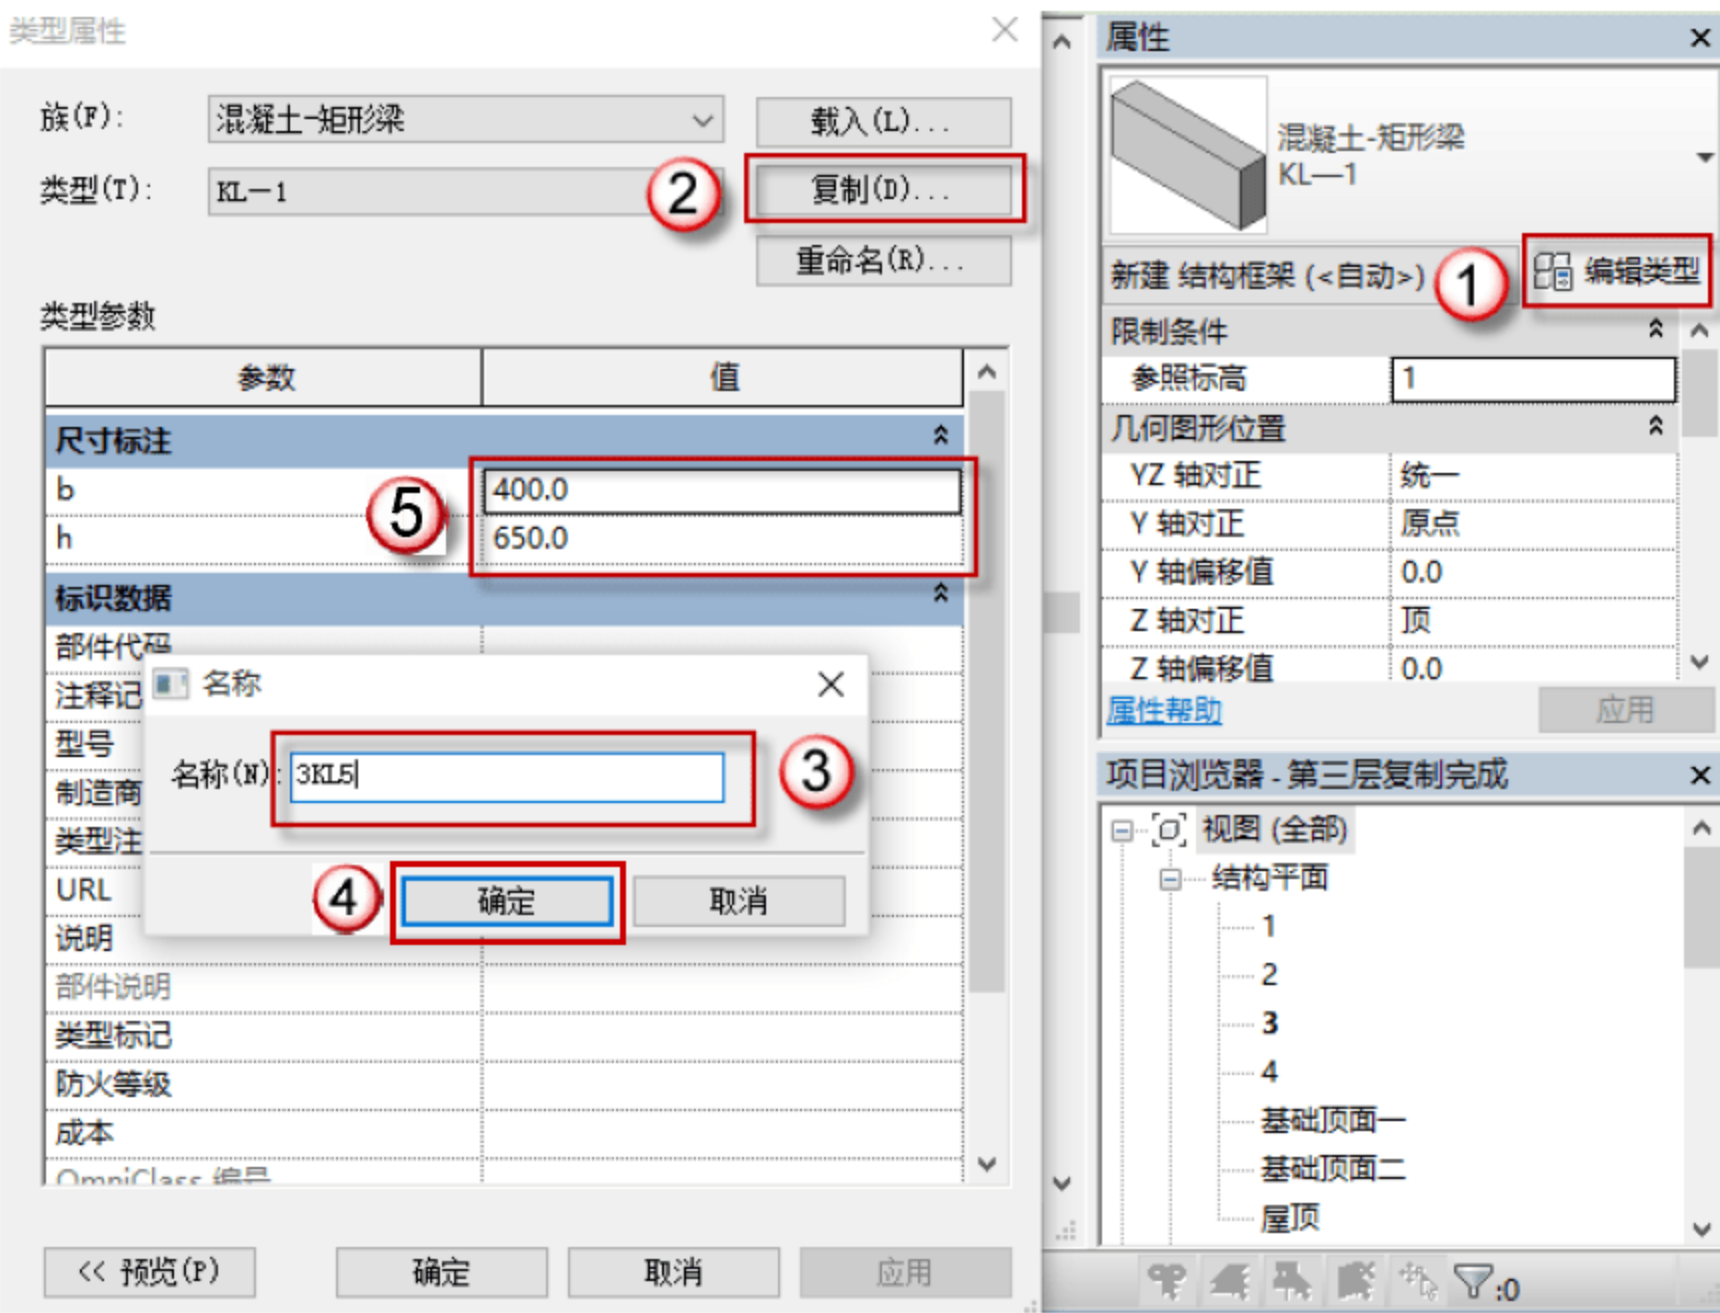

图 4.4.17 修改 KL5
(6) 修改 KL5 的参数以及名称，单击 KL5 对象，单击“编辑类型”按钮，在弹出的对话框中，单击“复制”按钮，在弹出的对话框中命名新的族名称“3KL5”，单击“确定”按钮，在“尺寸标注”栏中修改截面参数，如图 4.4.17 所示。